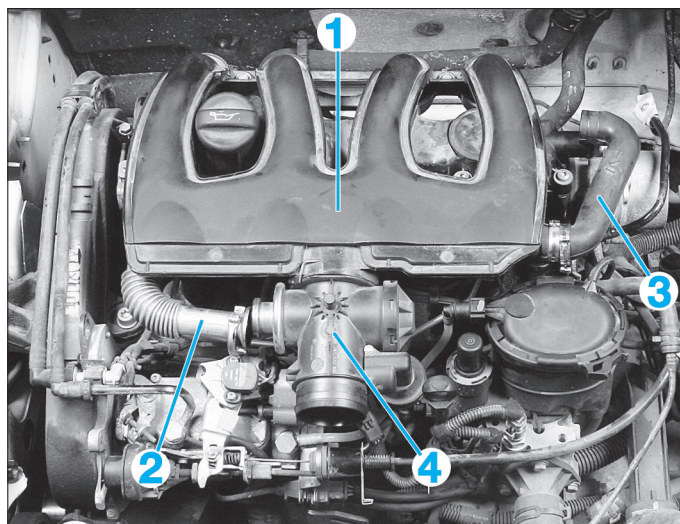

FIG. 38
- Débrancher de la partie supérieure du collecteur d'admission (1) (Fig.38) :
- la canalisation EGR (2),
- la durit de recyclage des vapeurs d'huile (3),
- la canalisation d'admission d'air du boîtier doseur EGR (4).
- la partie supérieure du collecteur d'admission (1),